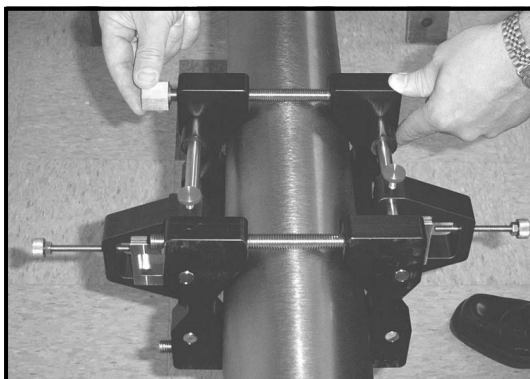

Figure 24 : Installation des écrous sur la fixation
- Placez les quatre écrous sur les tiges filetées en veillant à ce que le côté convexe des écrous soit face à la fixation. Serrez les écrous à la main de manière égale sur chaque bloc en V, comme illustré à la *Figure 24* à la page suivante. Serrez les écrous situés les uns en face des autres de part et d'autre de la conduite et non pas en diagonale.